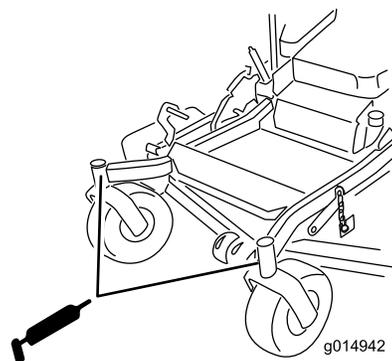

Figure 39
8. Sortez le graisseur Zerk de l'orifice. Remettez le bouchon hexagonal et le capuchon antipoussière en place (Figure 39).